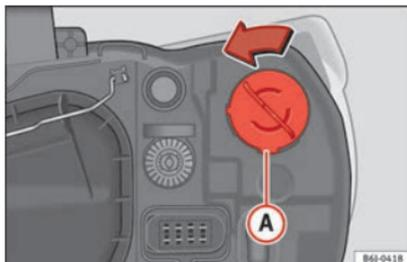

Fig. 175 Luce dell'indicatore di direzione del faro singolo.
- Ruotare il portalampadine »» **fig. 175 A** verso sinistra e tirare.